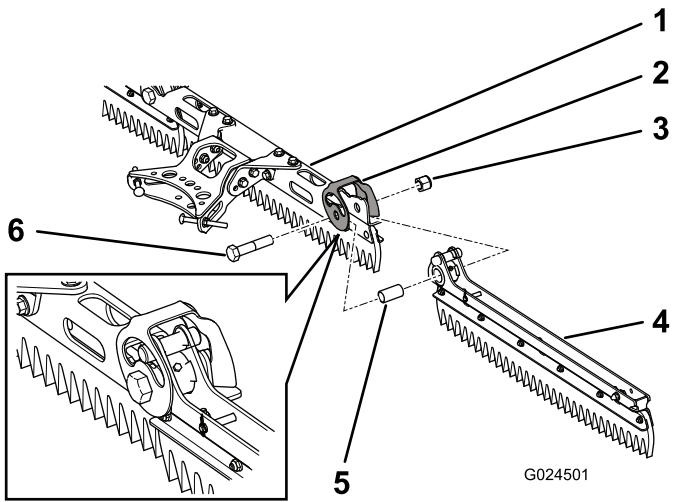

Bild 6
2. Setzen Sie ein langes Distanzstück in das Drehzapfenloch an jedem seitlichen Teil ein (Bild 6).
4. Fluchten Sie einen Kabelschutz über dem Drehzapfenloch aus und befestigen ihn mit einer Schraube (3/4" x 3-1/2") und einer Sicherungsmutter (3/4"). Ziehen Sie ihn auf 163-217 N·m an, siehe Bild 6.
6. Fluchten Sie einen Kabelschutz über dem Drehzapfenloch aus und befestigen ihn mit einer Schraube (3/4" x 3-1/2") und einer Sicherungsmutter (3/4"). Ziehen Sie ihn auf 163-217 N·m an, siehe Bild 6.